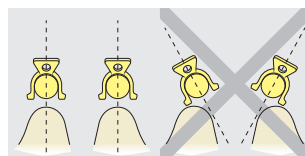

Fig. 4
- Afin d'éviter une désactivation prématurée des lamelles et assurer en même temps une insertion et une désinsertion correctes de la prothèse, il faut que les cavaliers soient placés de manière à être parallèles entre eux (fig. 4).